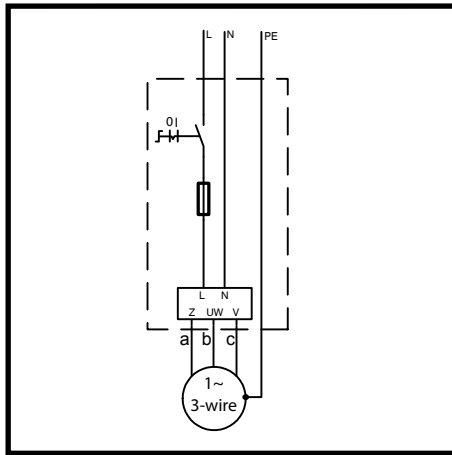

Fig.: 17
3. Allacciamento Super Stainless a 3 conduttori (fig.: 17)